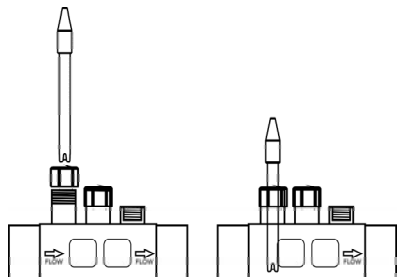

Fig. 2
1. Insertar la sondas de pH/ORP suministradas con el equipo en los alojamientos correspondientes del portasondas. (Fig. 2)